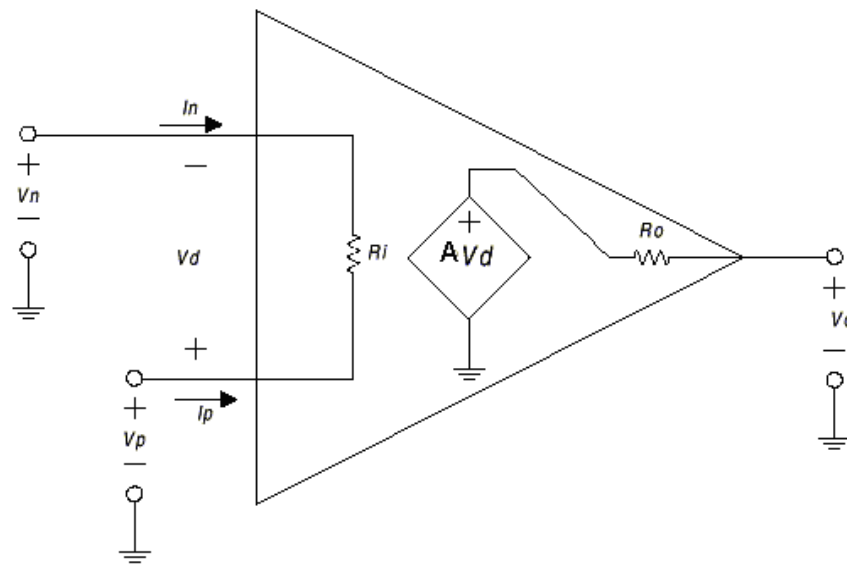

Figura 6.1. Representación de un amplificador operacional idealizado.
*En la figura 6.1 se muestra un amplificador idealizado. Es un dispositivo de acoplo directo con entrada diferencial, y una sola terminal de salida referida a la tierra, por consiguiente, se utilizan tensiones de alimentación bipolares ( $\pm$ ). El amplificador sólo responde a la diferencia de tensión entre las dos terminales de entrada, no a su potencial común. Una señal positiva en la entrada inversora (-), produce una señal negativa a la salida, mientras que la misma señal en la entrada no inversora (+) produce una señal positiva en la salida. Con una tensión de entrada diferencial  $V_d$ , la tensión de salida  $V_o$  será  $A V_d$ , donde  $A$  es la ganancia del amplificador. Ambas terminales de entrada del amplificador se utilizarán siempre independientemente de la aplicación.*